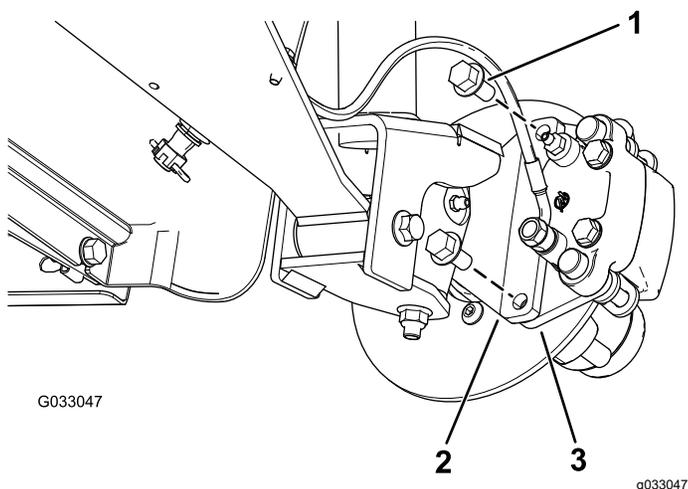
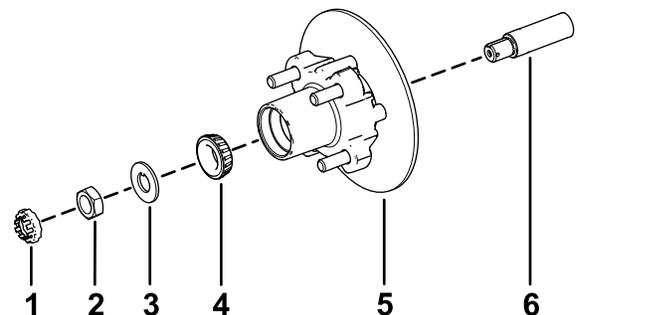

图 33
图 37
3. 卸下将制动器总成支架固定到主轴的凸缘头螺栓 $\frac{3}{8} \times \frac{3}{4}$ 英寸将制动器与主轴分开图 33。
1. 在主轴上涂上薄薄一层指定润滑脂图 37。
2. 将轮毂和转子组装到带内转子的主轴上 图 37。
3. 将外置轴承组装到主轴上并将轴承放置到外置座圈内 图 37。
4. 将止动垫圈组装到主轴上 图 37。
5. 将主轴螺母拧到主轴上上紧螺母扭矩至 15N·m 同时旋转轮毂将轴承调整到位 图 37。
2. 将刹车踏板与转子的任意一侧对齐 图 33 将制动盘托盘中的孔与主轴机架的制动器安装架中的孔对齐 图 37。
3. 用 2 个凸缘头螺栓 $\frac{3}{8} \times \frac{3}{4}$ 英寸将卡钳支架固定到主轴机架上 图 33。